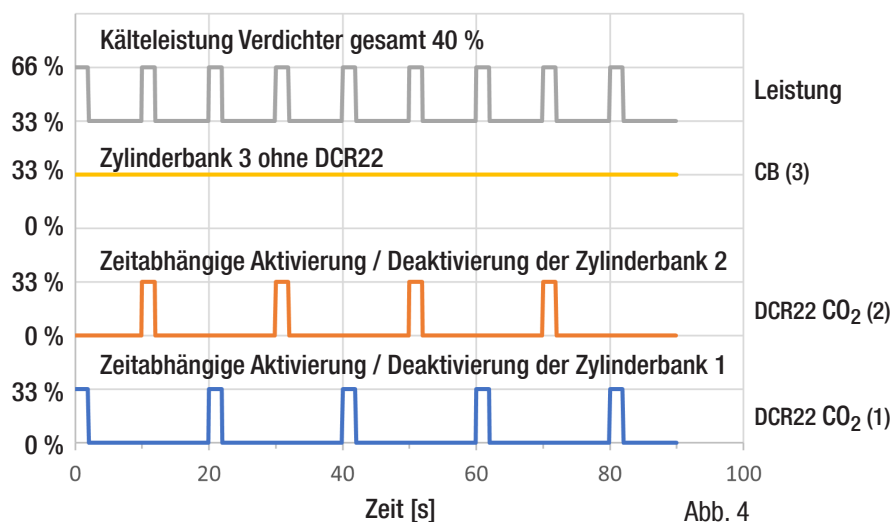

Abb. 4
Für Leistungsanforderungen < 40 % ist der DCR22 CO₂ (2) dauerhaft zu deaktivieren, der DCR22 CO₂ (1) taktet hierbei wie in Abb. 4 dargestellt mit einer Aktivierungs-/Deaktivierungszeit von 2/18 Sekunden => Leistungsanpassung auf 37 %. Ist eine weitere Leistungsreduzierung notwendig, so kann durch die zusätzliche dauerhafte Deaktivierung des DCR22 CO₂ (1) die Verdichterkälteleistung auf 33 % gebracht werden. Beide Zylinderbänke sind nun dauerhaft deaktiviert.